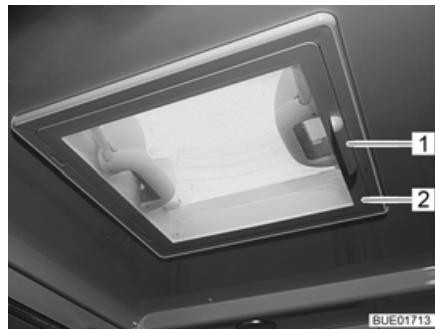

Fig. 111 Lanterneau à pousoirs
- Faire pivoter la moustiquaire (Fig. 111,2) vers le bas en la maintenant par la poignée (Fig. 111,1).